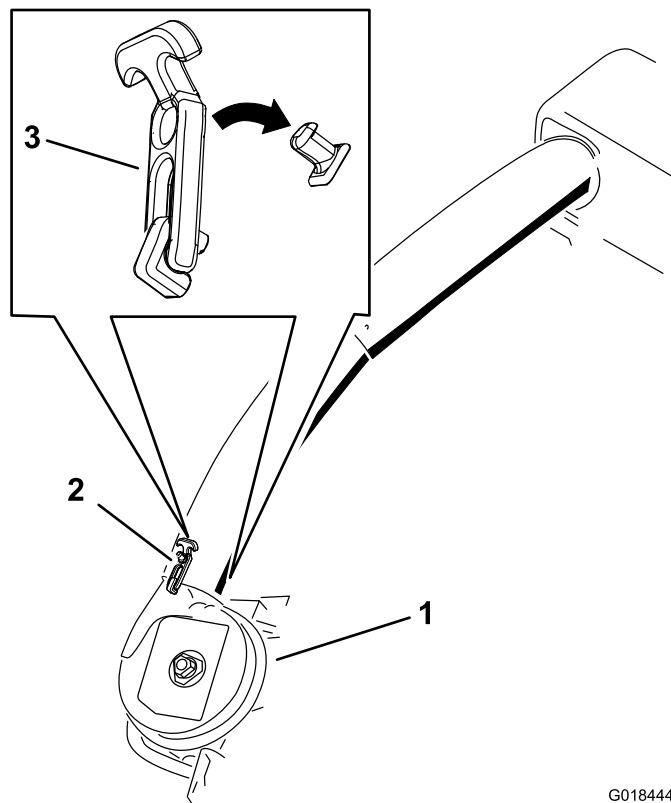

Figura 33
J. Com a plataforma na posição mais baixa e o capot fechado, olhe para debaixo do capot e meça o comprimento do tubo de descarga superior que sai para a tremonha. Se o tubo de descarga se estender mais de 7,6 cm, retire o comprimento em excesso (Figura 33).
- P. Faça deslizar a extremidade inferior do tubo de descarga inferior por cima da porta de descarga do soprador e alinhe o entalhe no tubo com o trinco inferior e fixe o tubo de descarga inferior aos trincos (Figura 33).